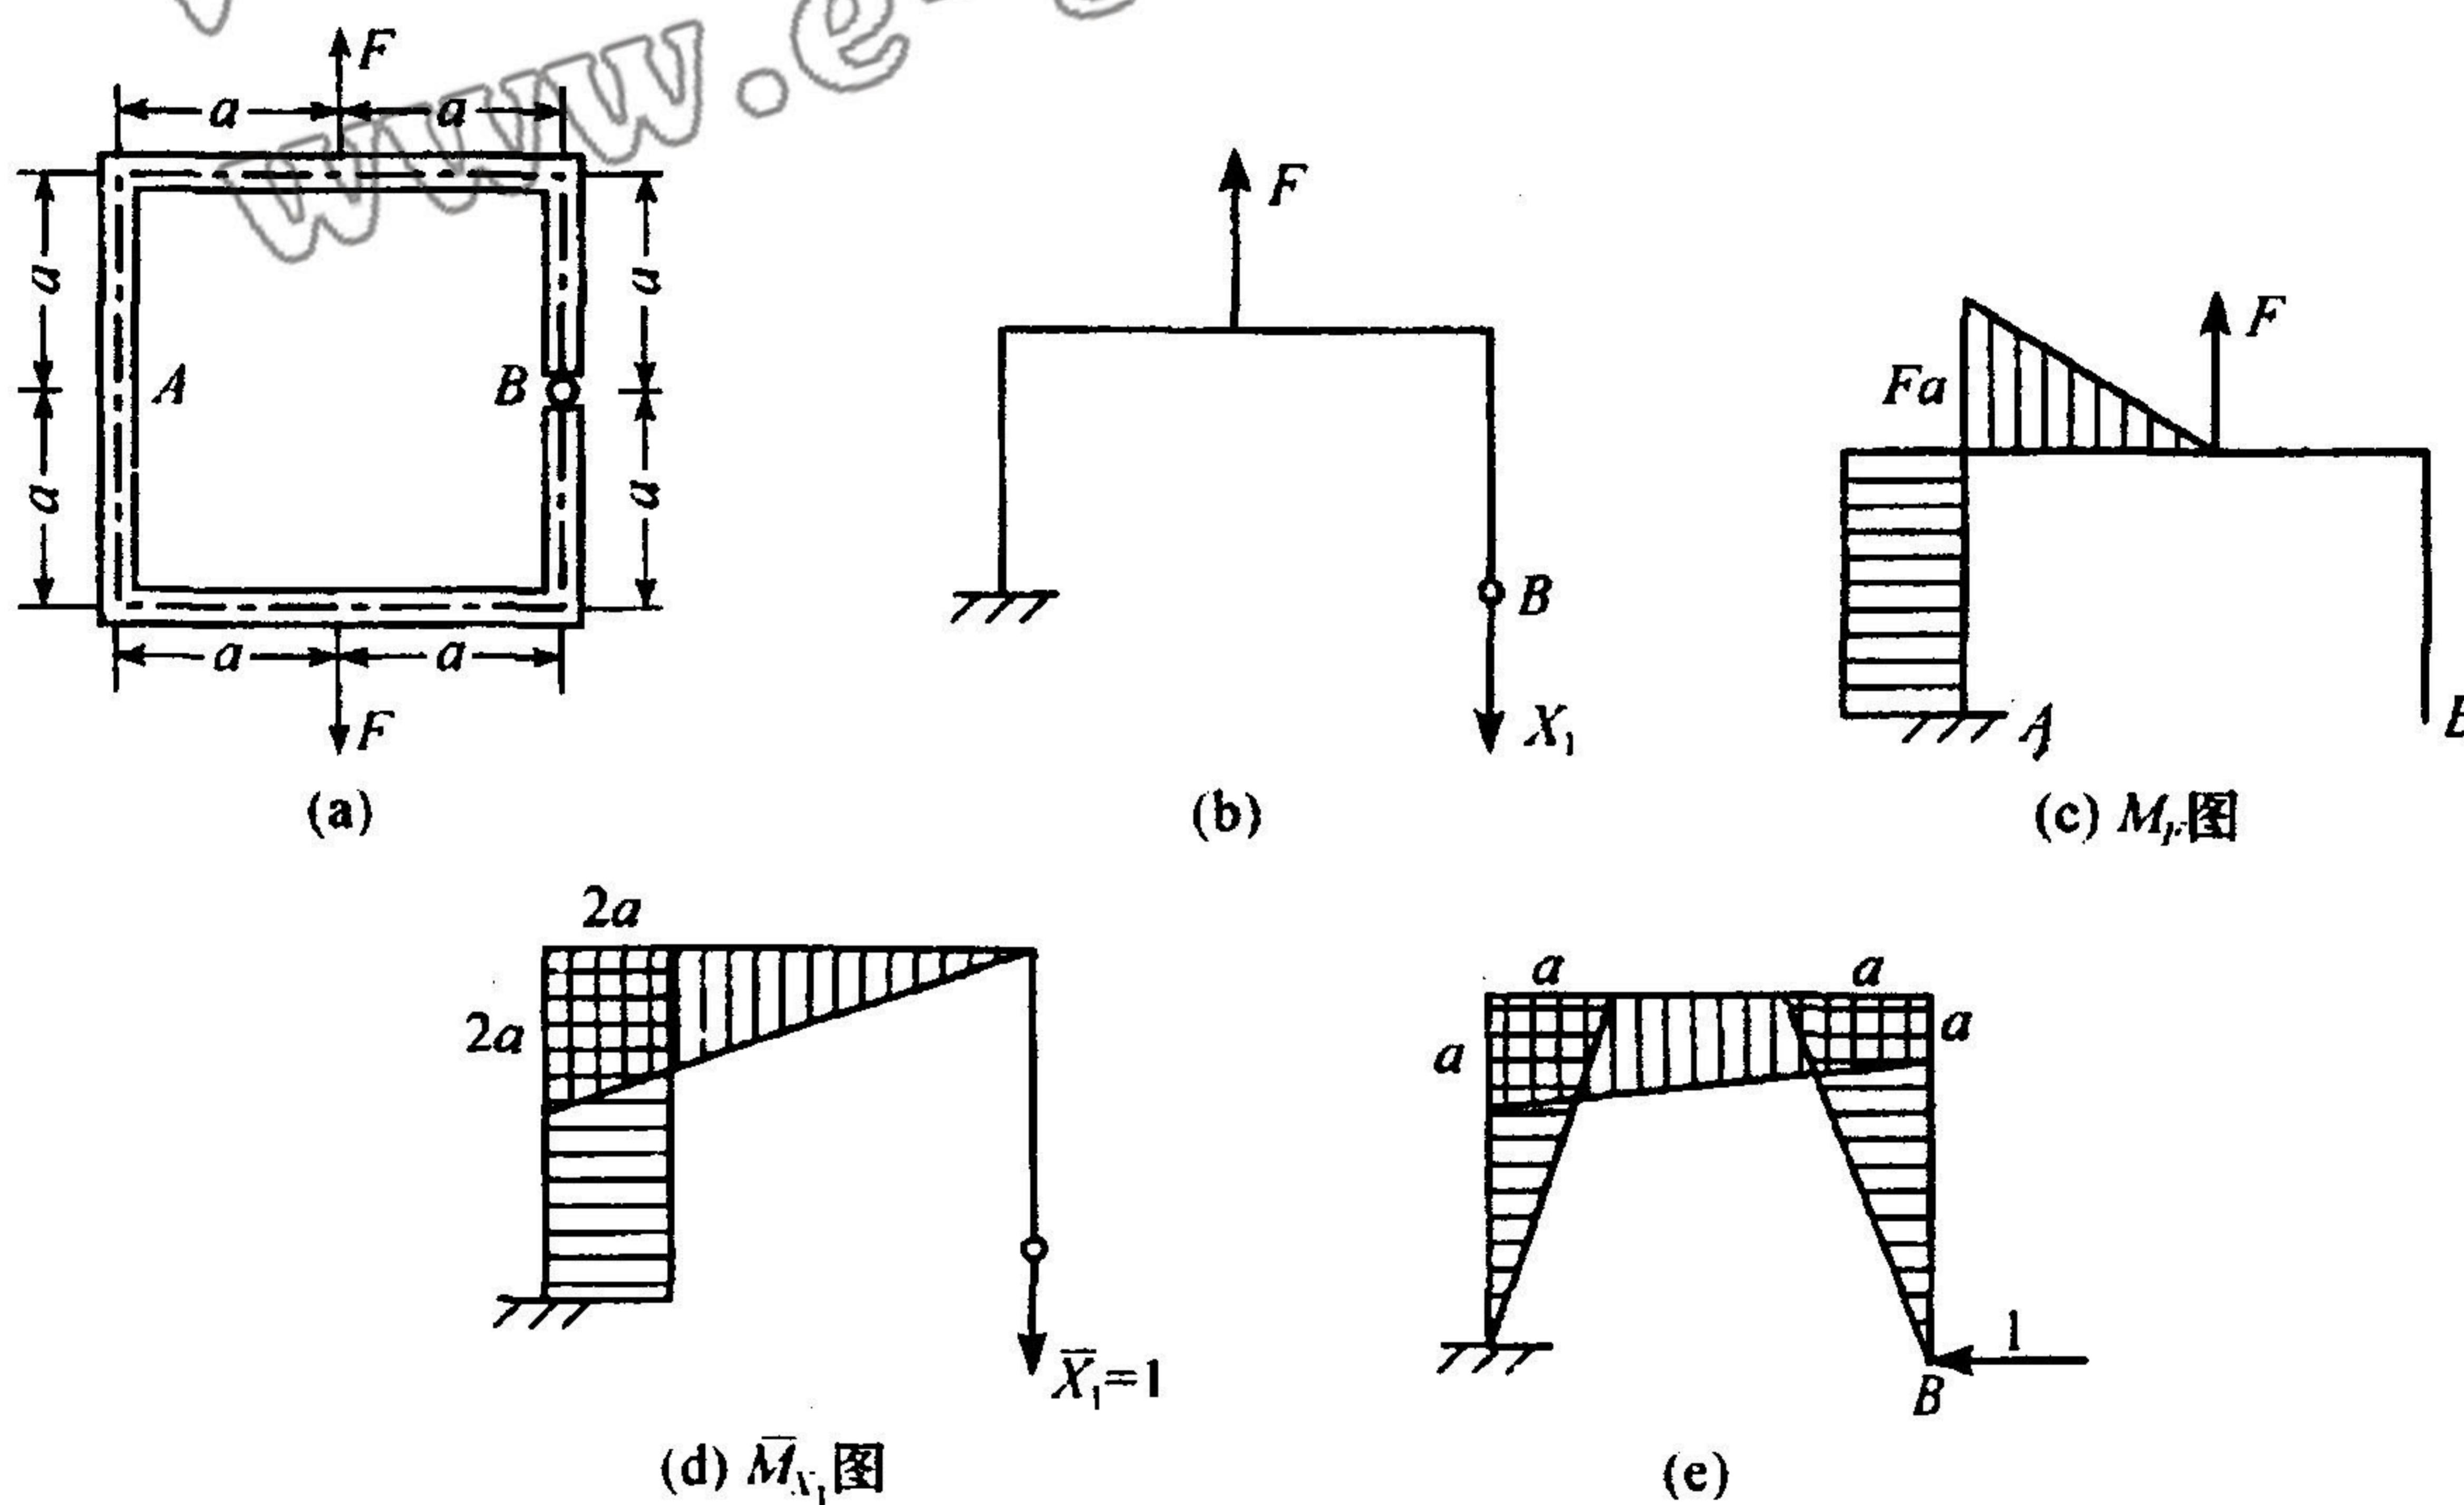

图 1.8
③ 本例中需要注意的另一个问题就是在变形协调条件中对弹性支承的处理, 弹性支承可以是另一个梁、一个杆、一个弹簧等, 这里的位移条件不再是零, 而是弹性支承点的位移量。
1.8 试求图 1.8(a) 所示刚架 A、B 两点间水平方向的相对位移。设刚架各部分的 EI 均相同, 并略去轴向力和剪力引起的变形。(11 分)
解 如果结构为平面封闭刚架, 则为三次内力超静定, 由于结构中存在二杆铰接, 故降阶一次, 为二次超静定问题。另外, 结构上下对称, 变形亦然对称, 故 A 截面的转角为零。取相当系统如图 1.8(b) 所示, 根据对称性性质知其对称面 B 截面反对称内力——剪力为零, 问题再次降阶为一次超静定问题。
用图乘法求各系数, 故先作外载荷及 $X_1 = 1$ 引起的内力图, 如图 1.8(c)、(d) 所示。
(2) 求 A、B 间的水平位移。在静定基 B 截面上加水平单位力, 单位力弯矩图如图 1.8(e) 所示, 图 1.8(e) 同图 1.8(c)、(d) ($X_1 = \frac{17}{40}F$) 分别相乘。得
点评 ①此结构的对称性仅为上下对称而左右不对称, 故不可像圆环对径拉(压)或矩形刚架沿对称轴拉(压)那样取其四分之一讨论。②若图 1.8(a) 中 A 截面加入中间铰, 问题将简化为静定问题; 若图 1.8(a) 中上半部分抗弯刚度为 $2EI$, 下半部分为 EI , A 截面加入中间铰, 且一对 F 力作用在 A、B 铰接处, 求 AB 间的相对位移。读者不妨一试。